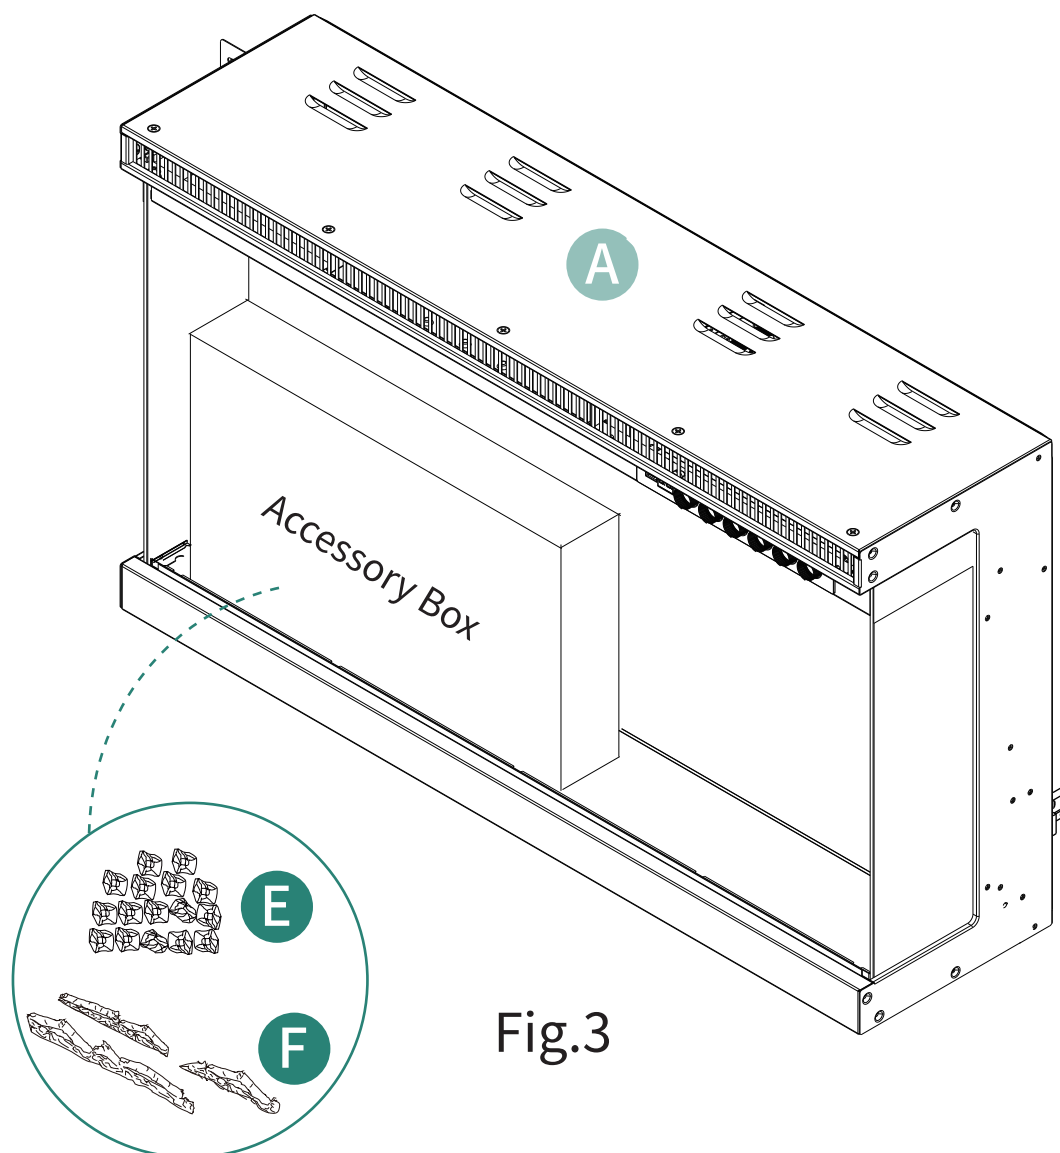

Fig.3
Remove the box containing the decorative crystals (E) and faux firewood (F) from the appliance (see Fig. 3).
Entfernen Sie die Box mit den dekorativen Kristallen (E) und dem künstlichen Holz (F) aus dem Gerät (siehe Abb. 3).
Retirez la boîte contenant les cristaux décoratifs (E) et le faux bois de l'appareil (voir Fig. 3).
Rimuovere la scatola contenente i cristalli decorativi (E) e la legna finta (F) dall'apparecchio (vedi Fig. 3).
Retire la caja que contiene los cristales decorativos (E) y la leña artificial (F) del aparato (ver Fig. 3).